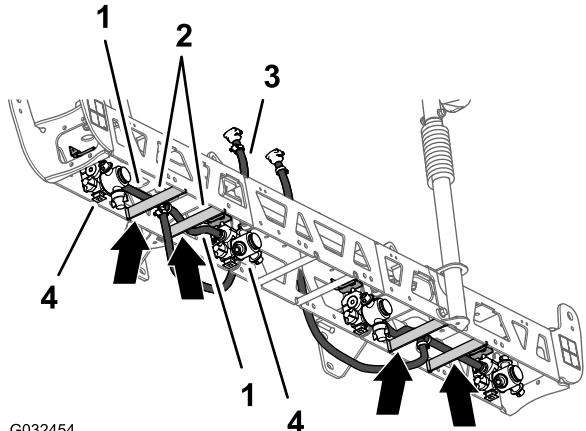
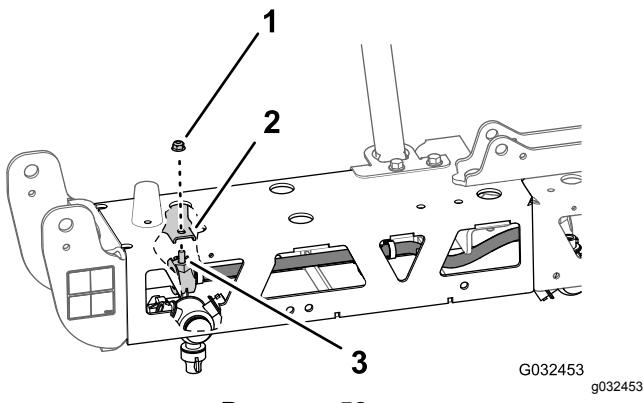

Рисунок 57
Рисунок 58
1. Проложите шланг диаметром 13 мм (10 дюймов) и сопла в сборе между скобами наружных ферм (Рисунок 57).
2. Проложите шланг и сопло над скобой фермы и наружу к наружному креплению сопла (Рисунок 57).
3. Вставьте болт с шестигранной головкой (5/16 x 3/4 дюйма) распылительного сопла в отверстие крепления сопла и установите, не затягивая, сопло на крепление с помощью фланцевой контргайки (5/16 дюйма) из доводочного комплекта системы опрыскивания GeoLink (Рисунок 58).
4. Проложите другой шланг диаметром 13 мм (10 дюймов) и сопло в сборе между скобами наружных ферм (Рисунок 57).
5. Проложите шланг и сопло над скобой фермы и внутрь к внутреннему креплению сопла (Рисунок 57).
6. Вставьте болт с шестигранной головкой (5/16 x 3/4 дюйма) распылительного сопла в отверстие крепления сопла (Рисунок 58) и установите, не затягивая, сопло на крепление при помощи фланцевой контргайки (5/16 дюйма), снятой при выполнении пунктов 1 и 4 раздела Демонтаж распылительных сопел \(страница 26\).
8. Проложите шланг и соединитель типа «елочка» 13 x 810 мм (1/2 x 32 дюйма) к боковой части средней секции опрыскивателя при помощи левого и правого опорных кронштейнов (Рисунок 57).
9. Повторите действия, описанные в пунктах 1 – 8, для другого шланга подачи в сборе с соплом на другой наружной ферме (Рисунок 57 и Рисунок 58).